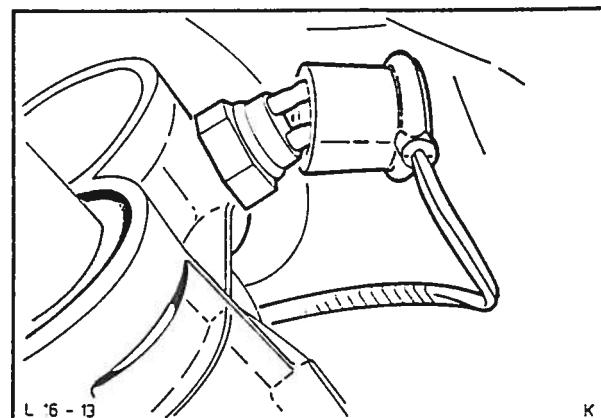

Fig. 26 Tilkopling av ryggelysbryterens ledning.
24. Fest gearspakens anti- vibrasjonsgummi over ryggelysbryteren nedenfra og kople til ryggelysbryterenes ledning, fig. 26.